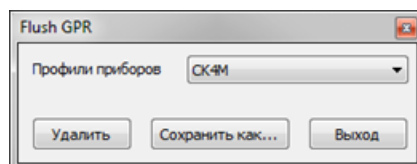

Рисунок 4.39 – Окно утилиты *Flush GPR*
- ❗ Утилита *FlushGPR.exe*, находящаяся в директории с установленной программой, позволяет удалять или экспортировать текущие настройки ПО Graphit (рисунок 4.39, перед удалением необходимо выбрать соответствующий тип прибора) в случае сбоя в процессе его загрузки.